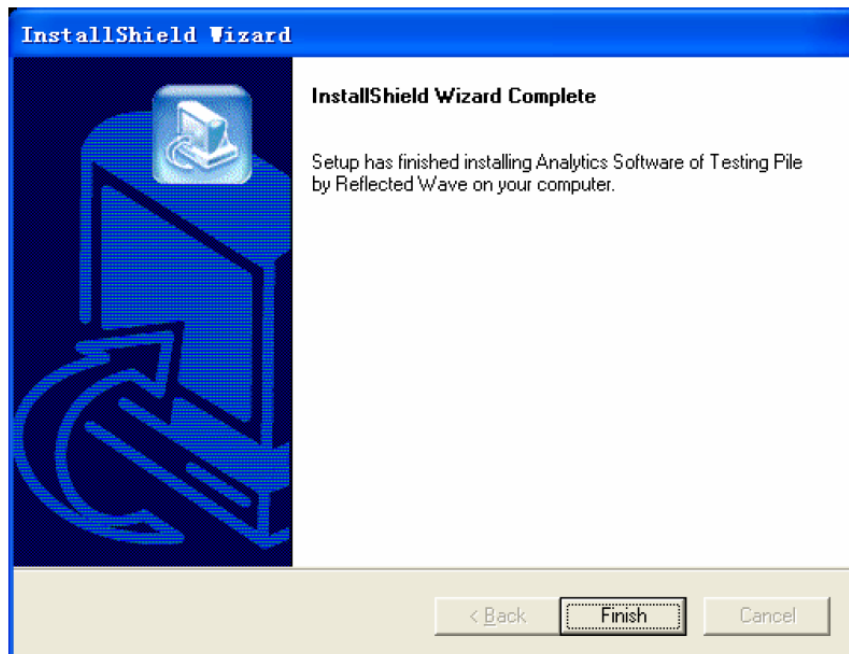

Figura 2.8 Completamento installazione
6. Una volta che i file sono stati copiati completamente, verrà visualizzata una finestra di dialogo di completamento installazione (Figura 2.8). Fai clic sul pulsante **Finish** per terminare l'installazione. Dopo un'icona di collegamento per richiamare questo software apparirà sul desktop e sul pacchetto del programma. Se c'è, selezionare l'opzione "now restart computer" che riavvia automaticamente il sistema per completare l'installazione.